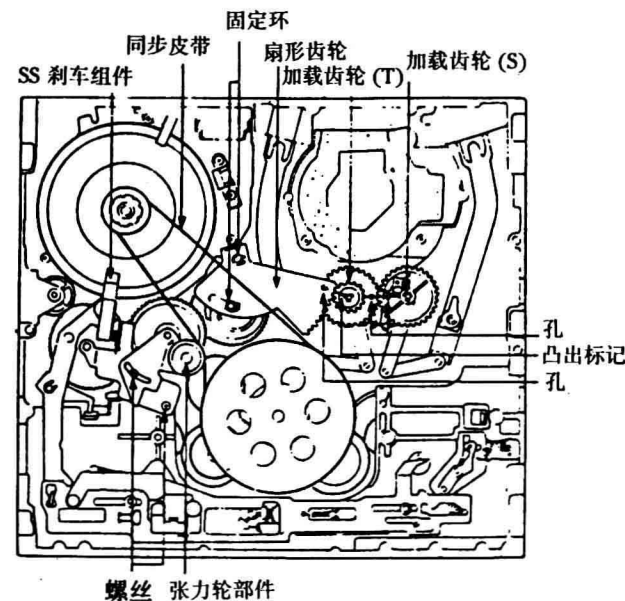

图72
②安装扇形齿轮,使其上面的孔与加载齿轮(T)的凸出标记对准,然后放入卡圈;
③安装张力轮组件和SS刹车组件,然后拧紧螺钉,如图72所示。